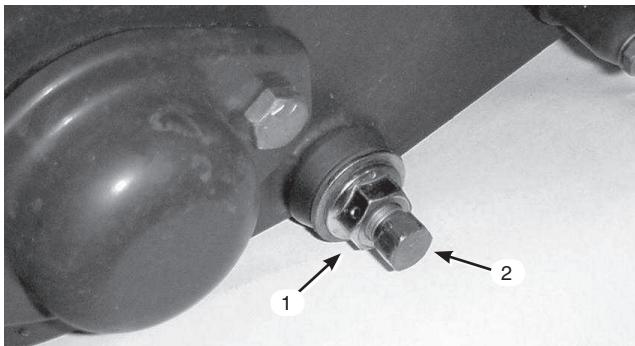

図48
3. ベッド・バー・ボルト(図48)を固定しているジャムナット(機体両側)をゆるめる。
4. 各ベッドバー・ボルトを抜いて、ベッドバーを下に引き抜いて外す。ベッド・バーの両端にナイロン・ワッシャとスチール・ワッシャが2枚ずつあるので注意する(図48)。